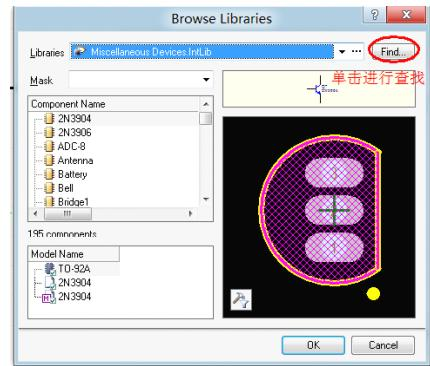

图 6-6.32 库浏览选项对话框
**St3.1:** 执行菜单命令【Place】/【Part】，在弹出的 Place Part 对话框中单击 Choose，如图 22 所示。在 Browse Libraries 对话框中单击 Find 按钮，如图 6-6.32 所示。